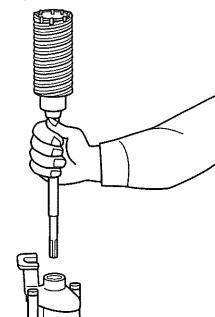
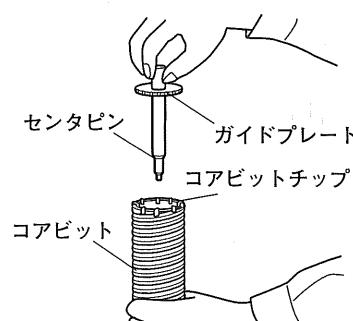

図 14
図 15
(2) ドリルビット、およびブルポイントの取付けと同様にコアビットシャンクを本機につけます。(図 14)
(3) ガイドプレートにセンタピンを奥までさし込みます。
(4) ガイドプレートの凹部をコアビットチップにあわせてはめ込みます。左・右どちらかに回して凹部をずらすと下向けにしても落ちません。(図 15)